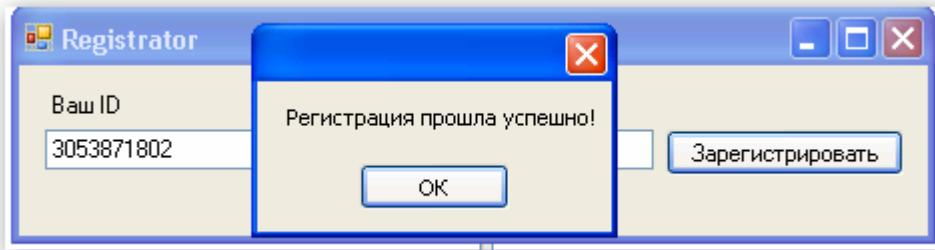

Рисунок 2 – Зареєструємо бібліотеку
2. Зареєструємо бібліотеку за допомогою реєстратора, рисунок 2.